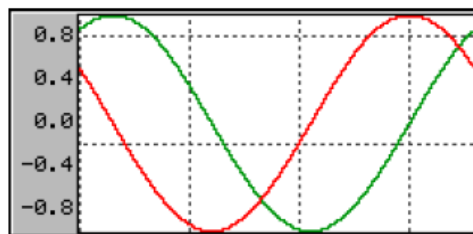
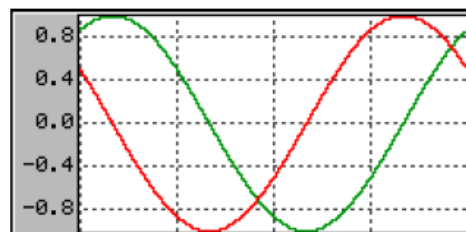

Figura 15: Prima di chiamare le funzioni GRAPH_SetGridDistX e GRAPH_SetGridDistY le righe della griglia sono ad una certa distanza tra loro.
Figura 16: Dopo aver chiamato le funzioni GRAPH_SetGridDistX e GRAPH_SetGridDistY le distanze tra le righe delle griglie cambiano.
- Descrizione: funzioni che impostano la distanza tra una griglia e l'altra lungo ascisse (*GRAPH_SetGridDistX*) e ordinate (*GRAPH_SetGridDistY*) (**Figura 15** e **Figura 16**).